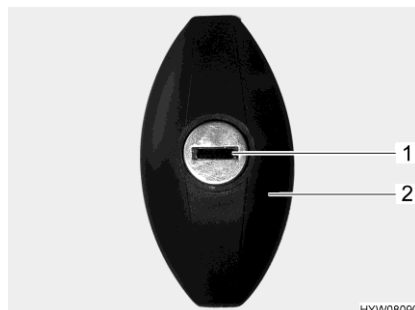

Fig. 59 Cerradura de la trampilla
- Introducir la llave en el cilindro de cierre (Fig. 59,1) y girarla media vuelta en sentido contrario a las agujas del reloj. El asidero de la cerradura (Fig. 59,2) se abre de golpe.